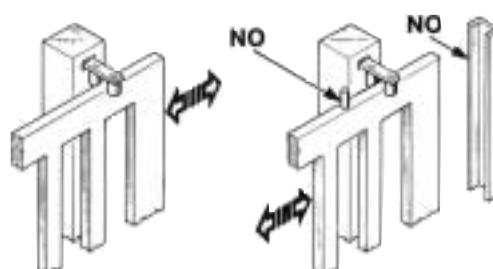

Fig. 3
Die Torsäulen müssen oben Vorrichtungen gegen ein Entgleisen besitzen (Abb. 3), um unfreiwilliges Aushakken zu vermeiden.
**ANMERKUNG:** Die in Abb. 3 beschriebenen mechanischen Anschläge entfernen.